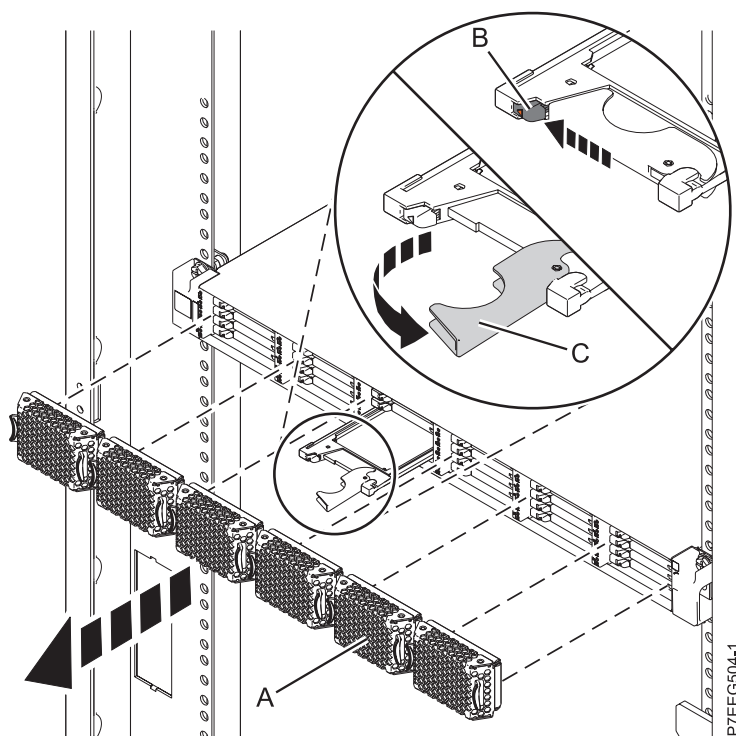

Figura 29. Extracció de la unitat d'estat sòlid des de Allotjament d'emmagatzematge PCIe 5888
1. Aixequeu la tapa bisellada (A) que cobreix la ranura que conté la unitat d'estat sòlid.
2. Desplaceu el pestell d'alliberament (B) amb molt de compte i desbloqueu la nansa de la unitat, consulteu Figura 29.
4. Quan el LED d'identificació de la unitat d'estat sòlid parpellegi, agafeu la nansa (C) i feu sortir parcialment la unitat de la ranura.